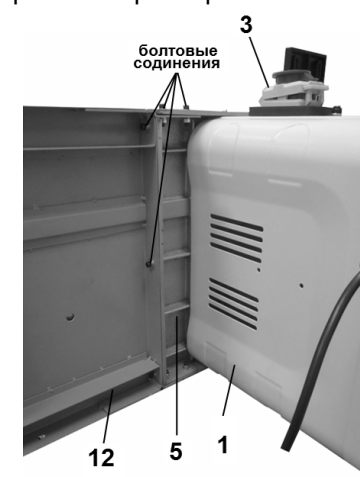

Рис. 3
8.1.2. Аккуратно положите фрезерный станок на заднюю стенку основания (1) так, чтобы магнитный пускатель (3) находился сверху, Рис.3.
8.1.3. Как показано на Рис.3, используя болтовые соединения с шайбами, установите на боковых торцах с левой и правой стороны рабочего стола (5) удлинители стола (12) и надёжно их закрепите.